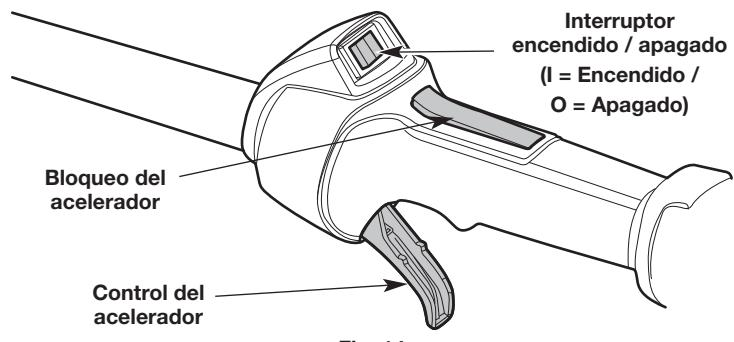

Fig. 14
NOTA: No hay necesidad de encender la unidad. El interruptor de Encendido/Apagado debe estar en la posición **Encendido (I)** en todo momento (Fig. 14).
NOTA: NO apriete el control del acelerador hasta el paso 8 (Fig. 14).
8. Oprima y mantenga apretado el bloqueo del acelerador (Fig. 14). Apriete el control del acelerador según sea necesario para el funcionamiento (Fig. 14).
2. Oprima y no suelte el interruptor de control de Encendido y Apagado en la posición **Apagado (O)** hasta que el motor se detenga por completo (Fig. 14).
4. **NO** apriete el control del acelerador hasta el paso 8 (Fig. 14).
10. Oprima y mantenga apretado el bloqueo del acelerador (Fig. 14). Apriete el control del acelerador según sea necesario para el funcionamiento (Fig. 14).